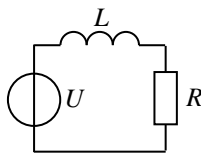

Рис. 1
2.2. Для каждой из цепей (рис. 1, 2) рассчитайте все токи и напряжения, сдвиг фаз между напряжением источника и током, а также полную, активную и реактивную мощности источника на частоте 1 кГц при напряжении источника $U = 10$ В. Параметры сопротивления, индуктивности и емкости возьмите из таблицы по номеру варианта.